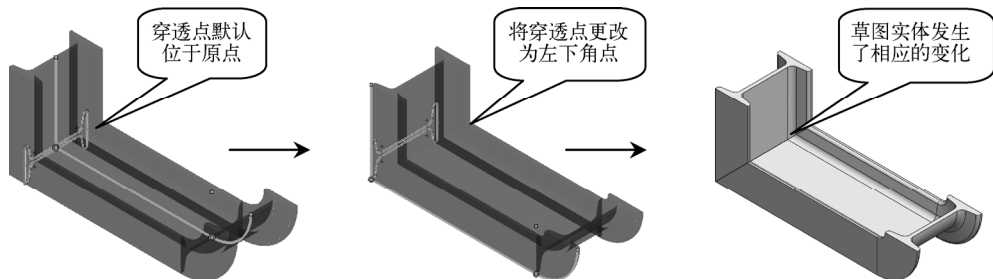

图 6-103 “找出轮廓” 按钮的作用
- “找出轮廓” 按钮：单击此按钮后可将视图放大到结构构件的截面轮廓，并可通过单击定义“穿透点”处于截面轮廓的位置，如图 6-103 所示（“穿透点”默认位于截面轮廓的草图原点）。